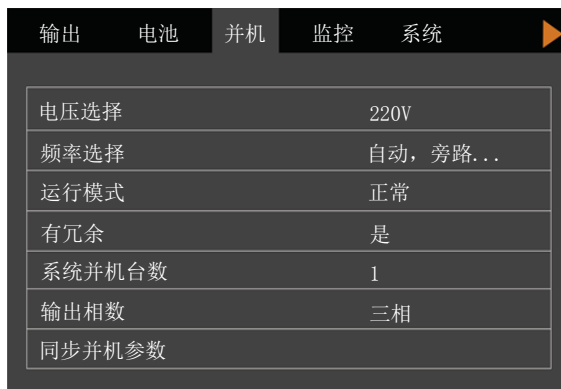

图3-7 并机参数设置界面
并机参数设置界面如图 3-7 所示。
- 4) 先闭合新增 UPS 的外部输入空开。待机器上电后，找到任一已在线 UPS，并进入其并机参数设置界面（见图 3-7）。将系统并机台数从“N”设置为“N+1”，其中 N 为原系统的并机台数，之后点击“同步并机参数”。